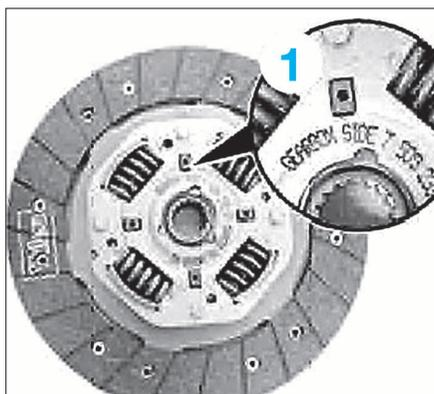

FIG. 4
Afin de positionner correctement le disque d'embrayage, un repère (GEAR-BOX SIDE) (1) (Fig.4) est inscrit sur la partie mécanisme du disque. Ce repère doit être dirigé vers la boîte de vitesses.